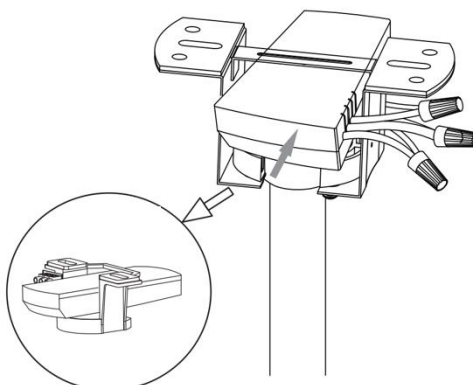

Fig. 10
12. Inserte el receptor remoto con cuidado sobre la bola de colgado en el espacio sobrante del soporte de montaje. Tome precauciones para no dañar o aflojar ninguno de los cables. (Fig. 10)